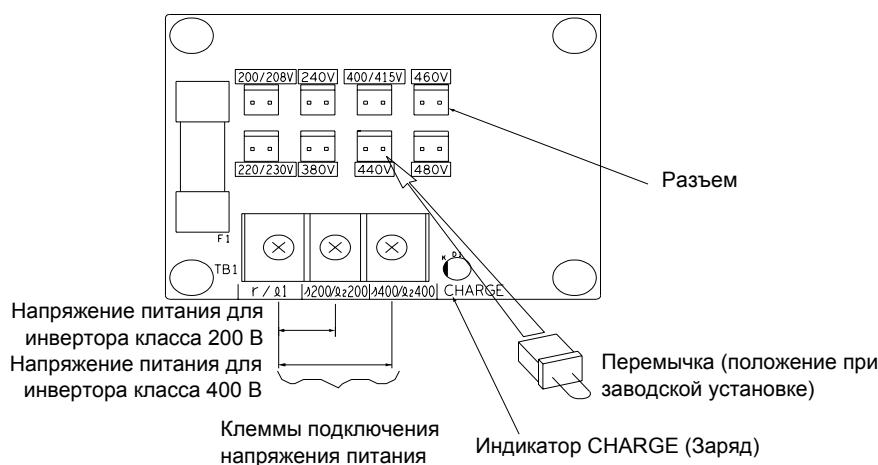

Рис. 4.2 Соединения в инверторе большой мощности
4. Установите перемычку в положение, соответствующее напряжению питания инвертора (см. Рис. 4.2).